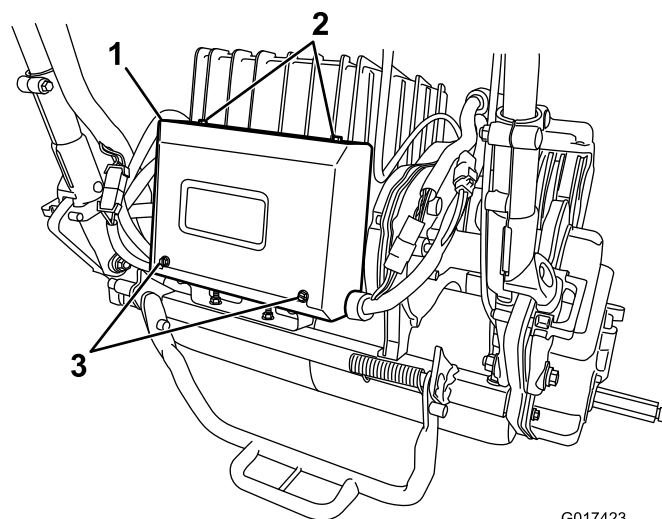

図 35
2. 電気ボックスの後部ねじ（2本）を取り外し、上側のねじ（2本）をゆるめて、ボックスカバーを外す（図 35）。